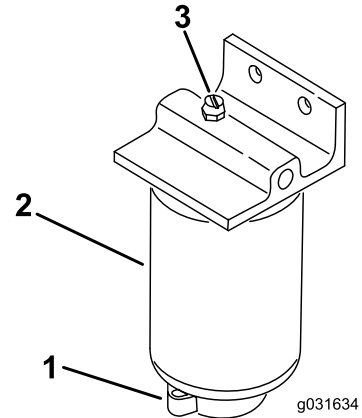

図 51
2. フィルタ容器 図 51 下部のドレンプラグをゆるめて水や異物を流し出す。
1. フィルタの取り付け部周辺をウェスできれいにぬぐう  図 51。